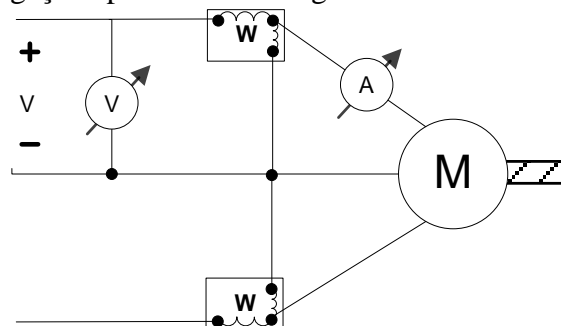

Figura 1. Ligação do MIT a vazio
Monte o esquema de ligação apresentado na figura 1.
Passo 1: Realize a montagem da figura 1, com os wattímetros conectados no borne de 5A.